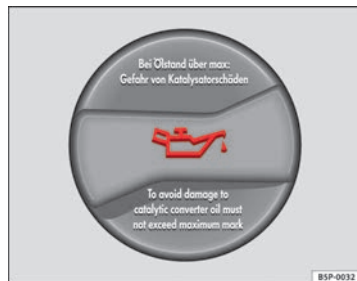

Abb. 134 Deckel der Motoröl-Einfüllöffnung im Motorraum
- Schrauben Sie den Deckel der Motoröl-Einfüllöffnung ab ⇒ Abb. 134.